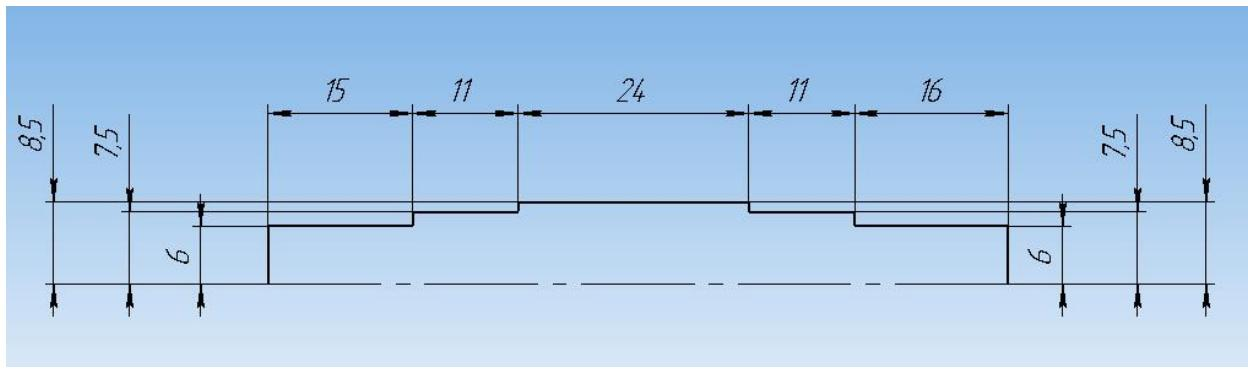

Рисунок 74.
2. На инструментальной панели **Геометрия** выберите **Непрерывный ввод объектов**, (начните с начала координат) нарисуйте профиль контура  $\frac{1}{2}$  вала. Выберите команду **Отрезок** и нарисуйте ось вращения, предварительно изменив стиль линии на **Осьвая** на панели свойств. Чтобы проверить себя, нанесите размеры, определяющие эскиз (рисунок 74).